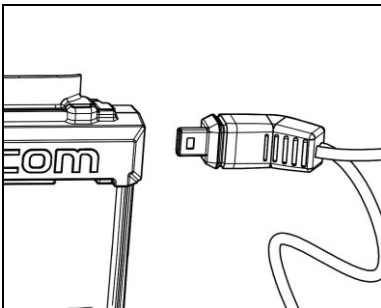

Abb. 6
- Schließen Sie den rechten Kabelsatz ans Gegenstück an, wie auf der Abbildung (Abb. 6) dargestellt.